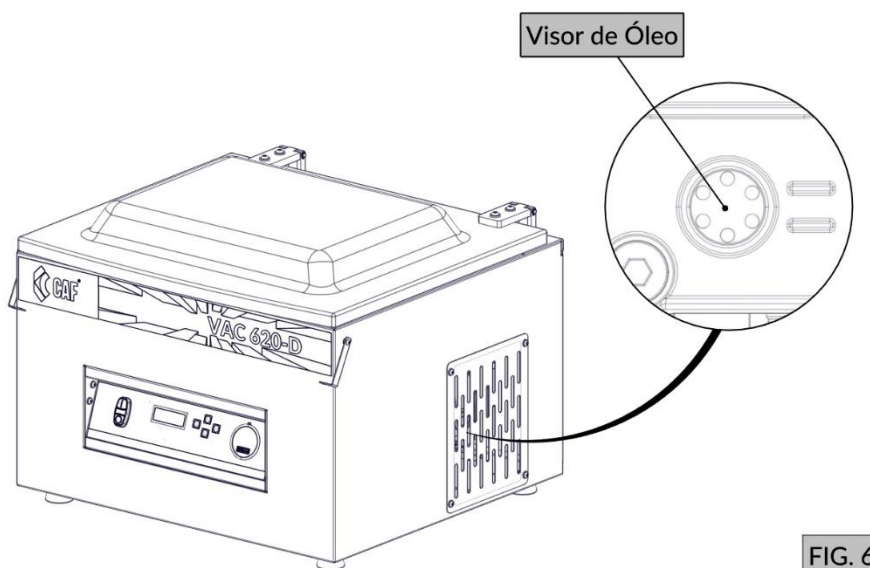

FIG. 6
- Periodicamente verifique o aspecto do óleo pelo visor de nível da Bomba a Vácuo (FIG. 6), se estiver leitoso, esbranquiçado ou apresentar algum tipo de contaminação, providenciar a troca do óleo. Se o nível estiver baixo, complete-o, caso contrário realize o escoamento